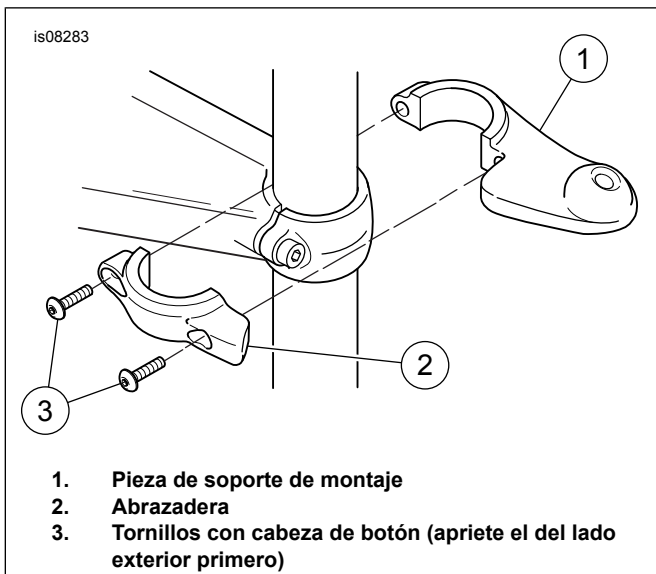

Figura 1. Instalación de la pieza de soporte de montaje en el tubo de la horquilla (se muestra el lado derecho)
3. Vea Figura 1. Las piezas de soporte de montaje (1) y las abrazaderas (2) son específicas para cada lado. Seleccione la pieza de soporte y la abrazadera del lado derecho o izquierdo, e instale en el tubo de la horquilla usando dos tornillos con cabeza de botón (3) del kit.